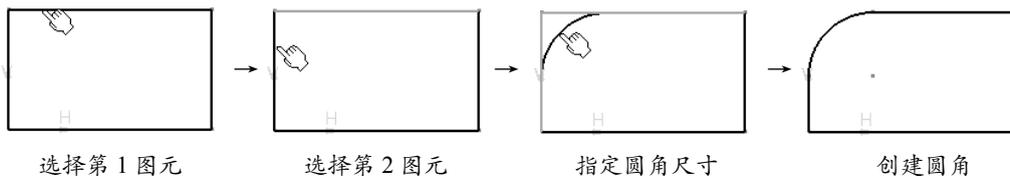

图 5-4
- 修剪所有图形 ：单击此按钮，将修剪所选的两个图元，不保留原曲线，如图 5-4 所示。